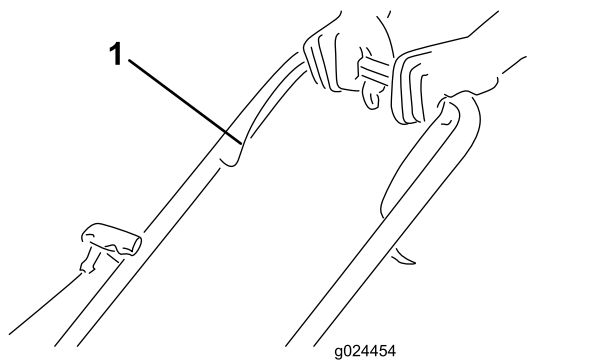

図 14
- ブレードコントロールバーをハンドルに引き付けるようにして握り込む 図 14。